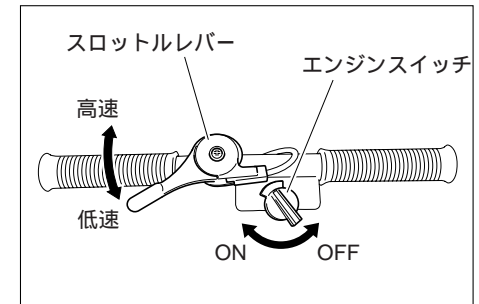

図11
2. スロットルレバーを「高速」にする。(図11)
3. エンジンスイッチを「ON」にする。(図11)